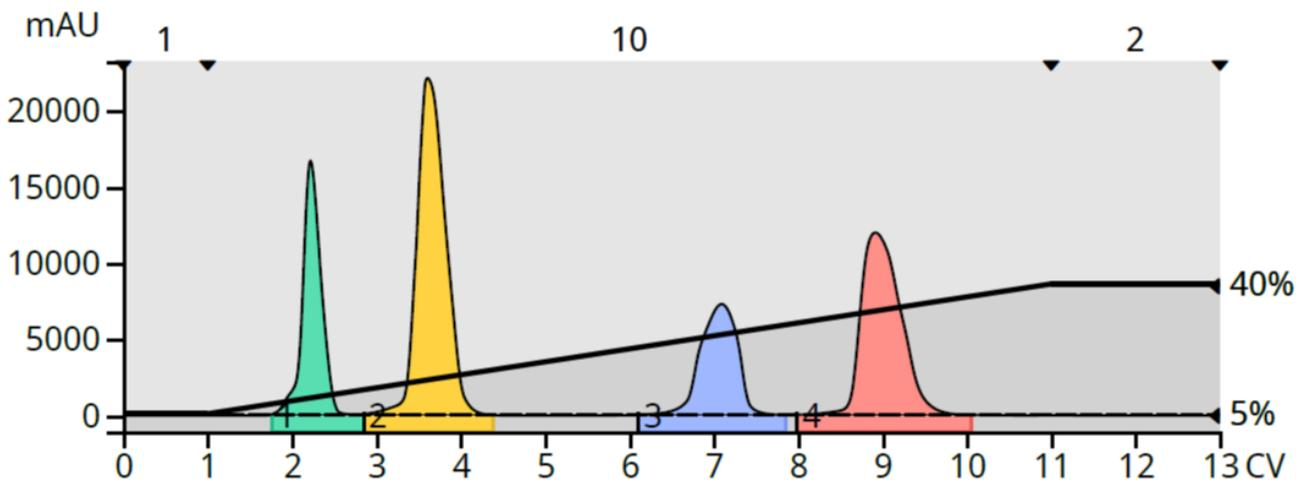

図 2. TLC ベースのリニアグラジエントを用いて精製したテスト混合物は、すべての化合物を完全に分離することができた。
この単純なグラジエントでは期待する結果が得られないので、どうすればよいのでしょうか？TLC データの良いところは、有益でより効率的なリニアグラジエントに変換できることです。Biotage® Selekt、Selekt Enkel、Isolera などのフラッシュシステムには、TLC からリニアグラジエントへの変換機能があり、Rf が 0.1 以上の化合物を溶出・分離できるグラジエントを自動生成します。このテスト混合物に使用した場合、私の Selekt システムは、5%の EtOAc から始まり 40%の EtOAc で終わるグラジエントを、10 カラムボリューム (CV) の長さで作成しました。このメソッドでは、同じサンプル量 (~40 mg) で混合物中の各化合物を完全に分離することができました (図 2)。